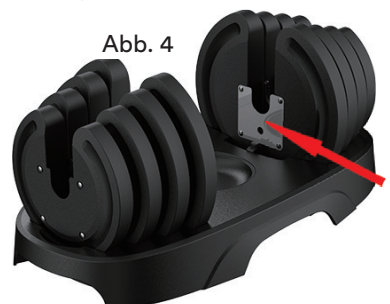

Abb. 4
- Setzen Sie nun die Einzelteile wieder korrekt zusammen - die Metallklammer muss dabei in Richtung Basismitte zeigen (siehe Abb. 4).